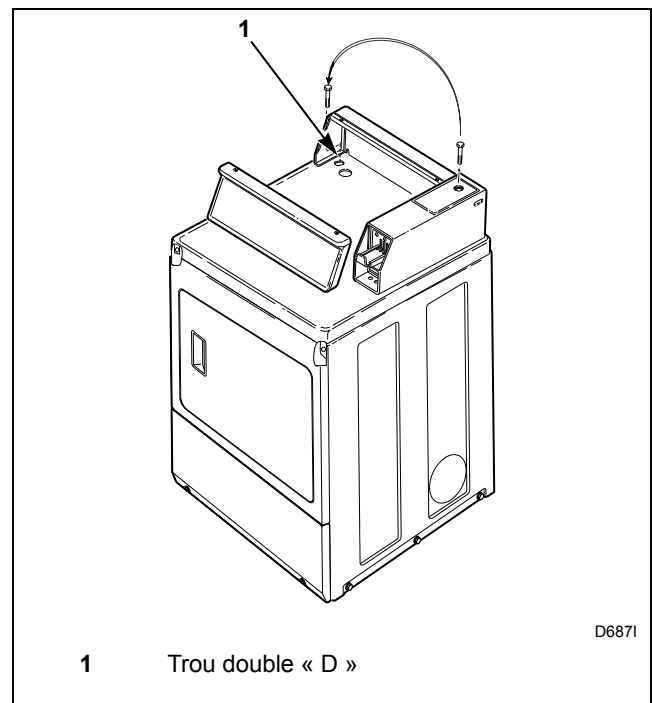

Figure 100
1. Enlever la vis à tête Philips de la porte de service (se reporter à la *Figure 100*).